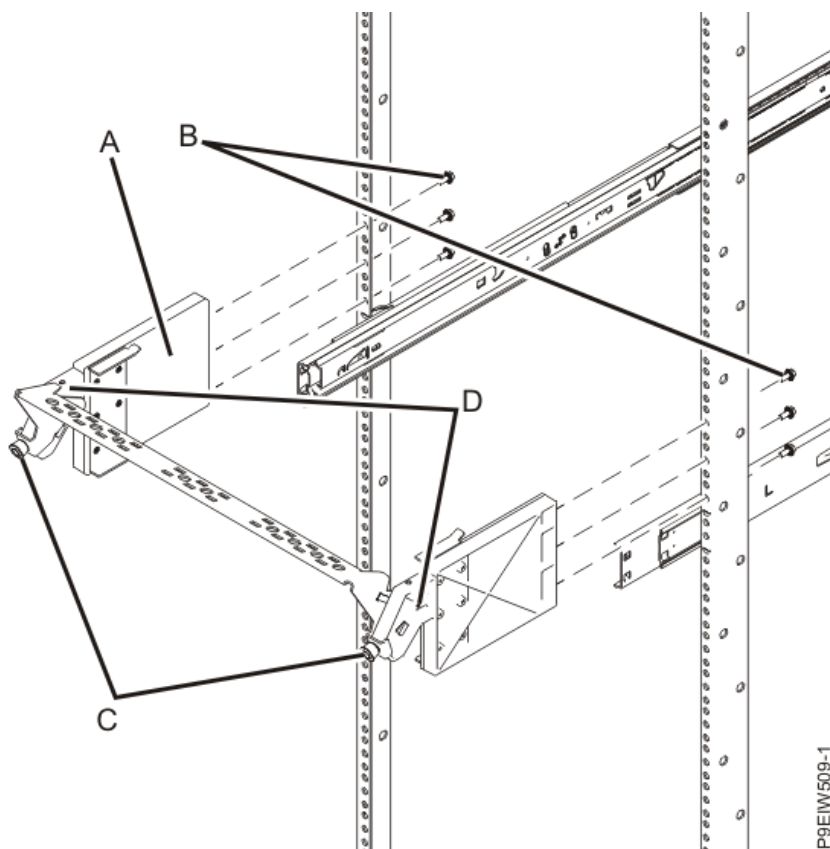

图 11 固定理线架
3. 使用两个 M3 螺钉（D），将理线架连接固定好，如图 11 所示。
- b. 在机柜的内部，使用三个螺钉（B）固定理线架（A），如图 11 所示。